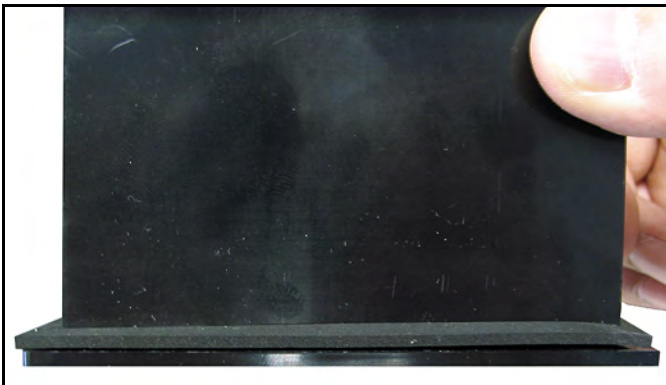

Figura 10: Instalar a gaxeta por trás do visor
2. Deslize a gaxeta junto com o **dew.IQ** e coloque-a na parte posterior do visor (veja *Figura 10* abaixo).